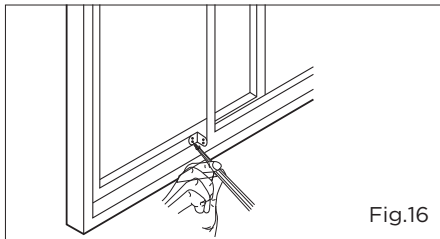

Fig.16
7. Para asegurar el marco deslizante en su lugar, instalar el bloqueo de ángulo recto del marco con el tornillo de 1/2" (12,7 mm) como se muestra (Fig.16).